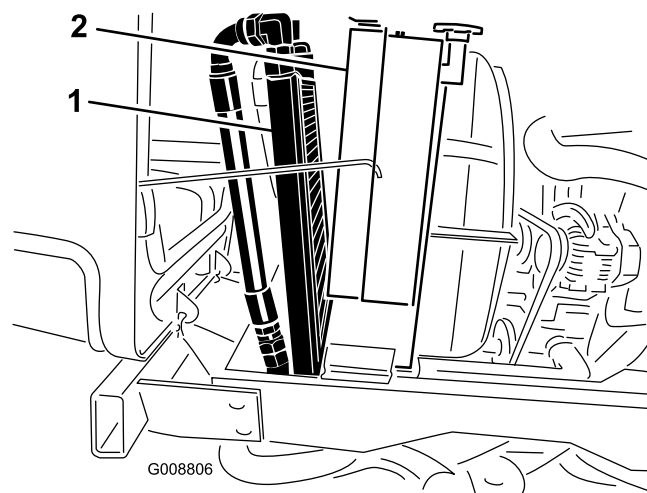

Figure 68
3. Basculez le refroidisseur d'huile en arrière. Nettoyez soigneusement les deux côtés du refroidisseur et la surface autour du radiateur (Figure 68) à l'air comprimé. Commencez par l'avant et soufflez les débris vers l'arrière. Nettoyez ensuite en soufflant de l'arrière vers l'avant. Répétez cette procédure plusieurs fois jusqu'à ce qu'il ne reste plus aucun débris